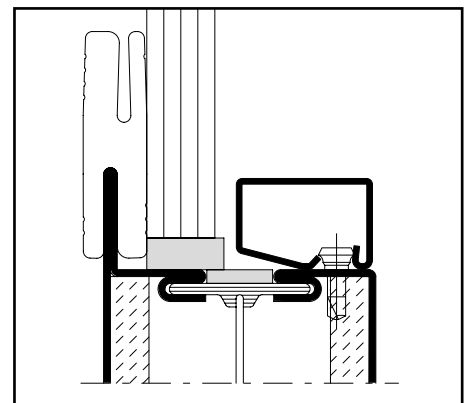

Abb. 24 / Fig. 24 / Fig. 24
- Glaselement einsetzen, ausrichten und verklotzen. Alle Glasleisten aufklipsen (Abb. 24).
- Mettre en place le vitrage, le positionner et le caler. Clipper toutes les parcloes (fig. 24)
- Insert the glazing element, align correctly and insert pads. Clip on all glazing beads (Fig. 24)